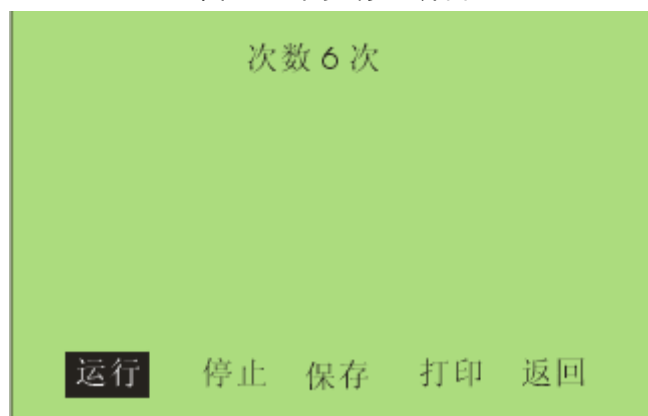

图 2.3 击穿试验操作界面
- 2 选择开始试验，进入图 2.3 所示画面，点击运行后仪器按照先升压至击穿，搅拌，静置，再升压至击穿的顺序循环进行，直至达到设定的试验次数为止，蜂鸣器鸣叫，试验停止。